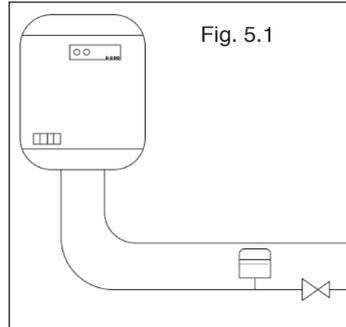

Fig. 5.1
La surchauffe de l'eau due au fonctionnement du chauffe-eau entraîne une augmentation de la pression en aval du réducteur. Ce dernier, lorsqu'il se trouve dans sa position correcte de fermeture, ne permet pas à cette pression de se décharger. Il faut installer un vase d'expansion entre le réducteur et le chauffe-eau pour absorber l'augmentation de pression (Fig. 5.1).
A. Augmentation de la pression en aval du réducteur en présence d'un chauffe-eau. La surchauffe de l'eau due au fonctionnement du chauffe-eau entraîne une augmentation de la pression en aval du réducteur. Ce dernier, lorsqu'il se trouve dans sa position correcte de fermeture, ne permet pas à cette pression de se décharger. Il faut installer un vase d'expansion entre le réducteur et le chauffe-eau pour absorber l'augmentation de pression (Fig. 5.1).